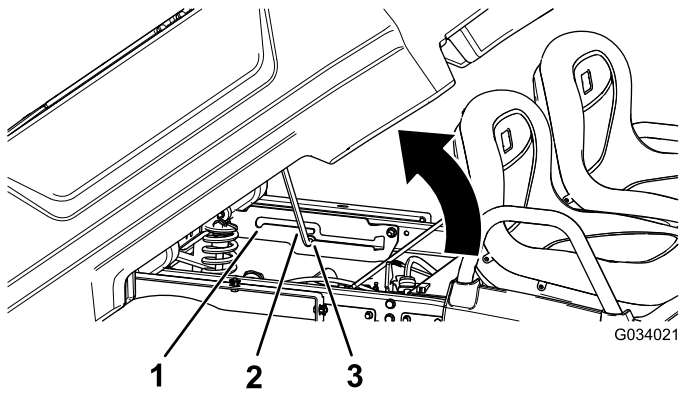

Bild 12
und befestigen Sie die Staubox für das Entleeren (Bild 12).
2. Ziehen Sie die Stützstange in den Arretierungsschlitze für die Wartungsstellung und befestigen Sie die Staubox für die Wartung (Bild 12).
2. Schieben Sie die Stützstange aus dem Arretierungsschlitze heraus (Bild 12).